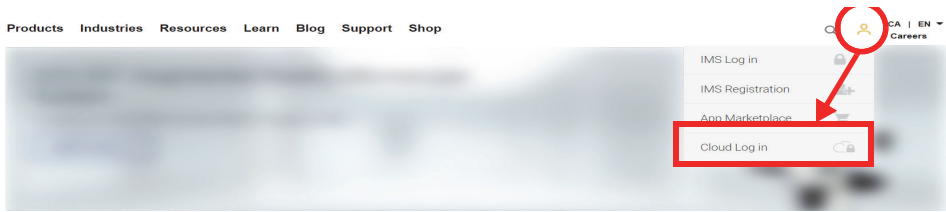

Abbildung 10-1 Cloud Log in (Cloud-Anmeldung)
2. Erstellen oder treten Sie einem bestehenden Konto in der OSC bei (ein Administrator erstellt das Konto und lädt alle anderen Benutzer ein). Gehen Sie zu www.olympus-ims.com und klicken Sie auf **Cloud Log in** wie in Abbildung 10-1 auf Seite 253 gezeigt.